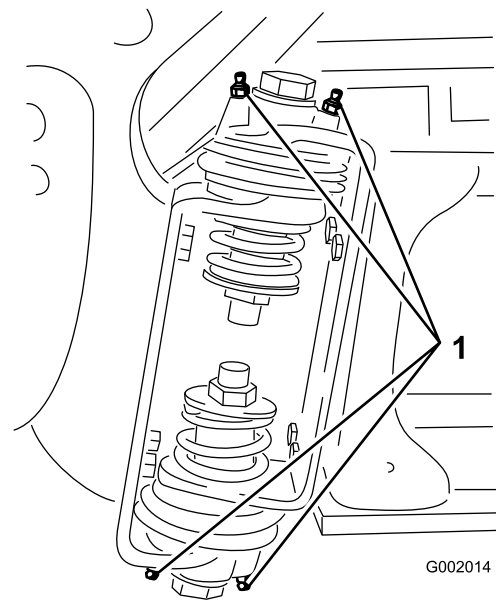

Figure 33
2. Injectez la graisse dans le roulement ou la bague de chaque graisseur (Figure 33).